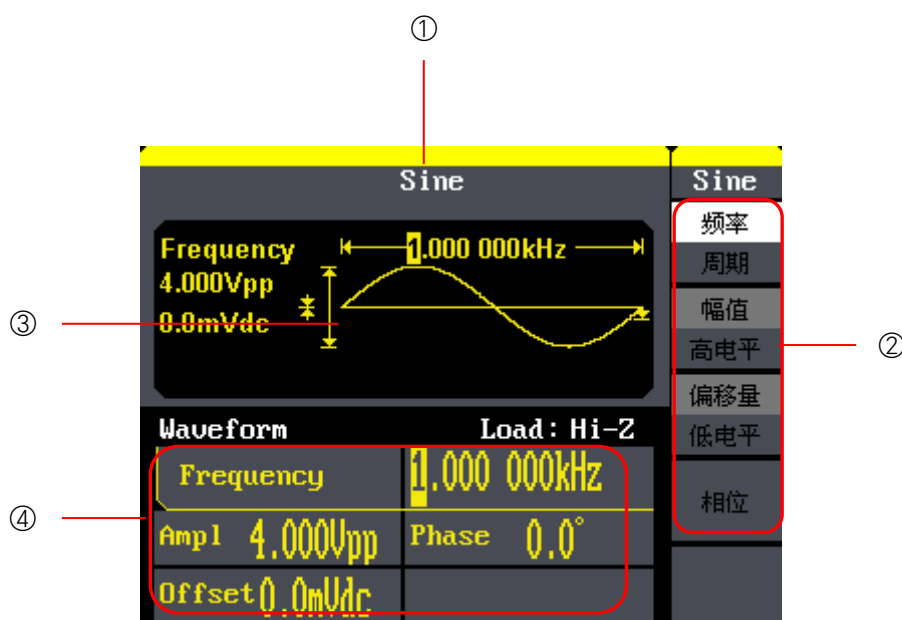

图 1-4 SDG800 用户界面
SDG800 系列函数/任意波形发生器的常规显示界面如图 1-4 所示。主要包括通道显示区、波形显示区、参数显示区和操作菜单区。通过操作菜单区我们可以选择需要更改的参数如频率/周期、幅值/高电平、偏移/低电平、相位等参数来输出所需要的波形。
如图 1-4 所示，在 ④ 参数显示区中包括 frequency（频率）、Ampl（幅值）、Phase（相位）和 Offset（偏移量）等参数，用户可在 ② 操作菜单显示区中通过数字键、旋钮、方向键和对应的功能键来修改相应的参数值。